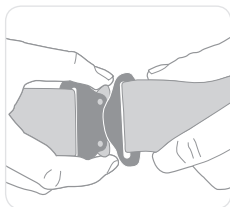

Figura 10
- Solte as fivelas desengate rápido nas alças do tórax e pernas (consulte a Figura 10).